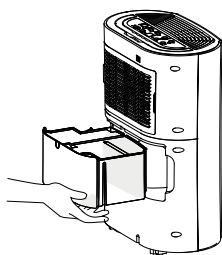

fig. 2
1. Tøm vanntanken (7) når enheten rapporterer det med den røde indikatorlampen (2k) og hver gang enheten slås av.
2. Ta tak i håndtakene for å fjerne tanken med begge hender og trekk den kraftig, men forsiktig ut av apparatet (fig. 2).